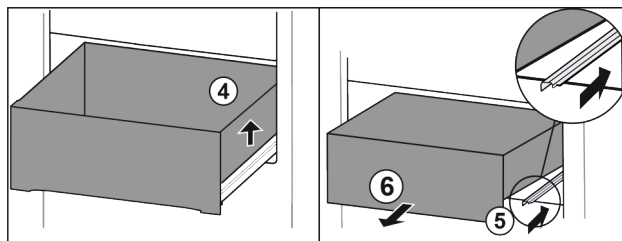

Fig. 93
- ▶ Nadzvedněte zásuvku vpravo. Fig. 93 (4)
- ▶ Zasuňte pravou kolejničku. Fig. 93 (5)
- ▶ Vyměňte zásuvku dopředu. Fig. 93 (6)